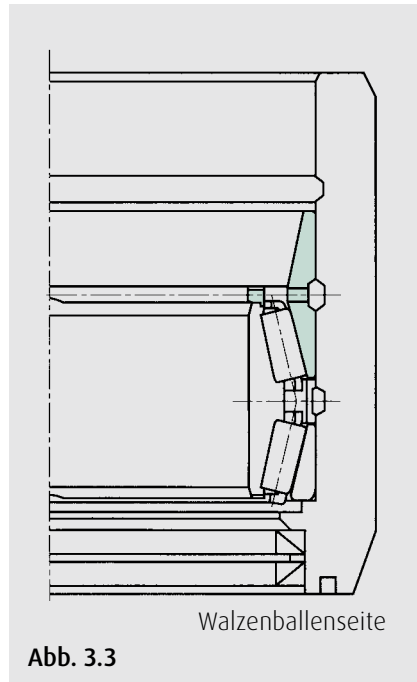

Abb. 3.3
9. Den inneren Zwischenring mit der Flanschseite nach unten einsetzen (Abb. 3.3).